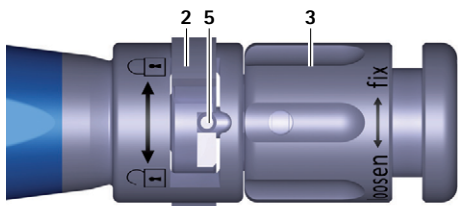
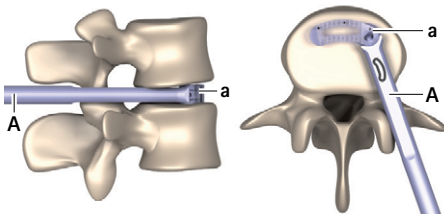

Fig. 3 Primer plano del instrumento de inserción, interruptor cerrado
Fig. 11 Implante en posición final
- Gire el interruptor 2 hacia la derecha (en dirección a ) , ver Fig. 3.
- Gire la tuerca giratoria **3** en sentido contrario de las agujas del reloj (en dirección "loosen") hasta que la espiga **5** se encuentre por completo en el interruptor **2**, ver Fig. 3. Asegúrese de que la espiga **5** no se queda atascada en el interruptor **2**.
- Gire el interruptor **2** hacia la derecha (en dirección a ) ver Fig. 3.
- En cuanto se alcance la posición final (ver Fig. 11): Gire la tuerca giratoria **3** en sentido contrario de las agujas del reloj (en dirección "loosen") hasta que la espiga **5** se encuentre por completo en el interruptor **2**, ver Fig. 3. Asegúrese de que la espiga **5** no se queda atascada en el interruptor **2**.